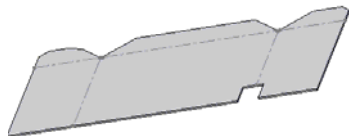
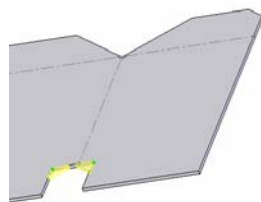

图 9-162 展开钣金零件
图 9-163 选择要折断边角的边线和面
❶ 单击“钣金”工具栏中的“展开”图标，将钣金零件整个展开,如图 9-162 所示。在图形区域中，选择要折断边角边线或法兰面，如图 9-163 所示。